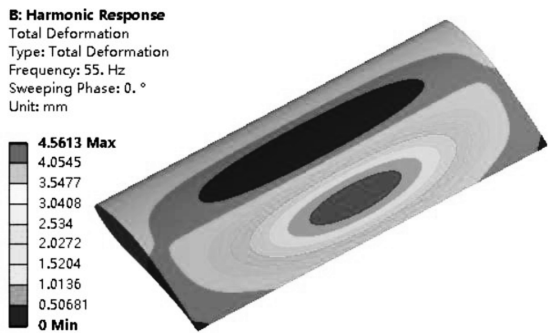
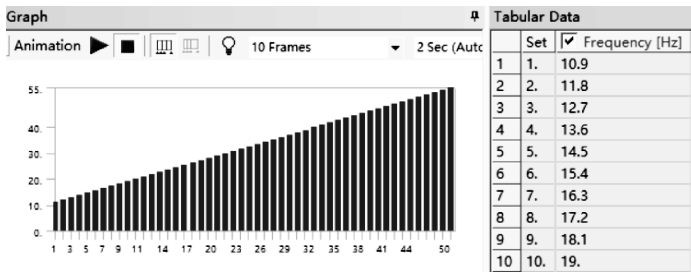

图 4-40 叶片变形分布云图
图 4-41 频率响应图表
- (1) 在 Mechanical 标准工具栏中单击  Solve 进行求解运算。
- (2) 运算结束后, 单击【Solution (B6)】→【Total Deformation】, 图形区域显示谐响应分析得到的叶片在 55Hz 下的变形分布云图, 如图 4-40 所示。也可根据图 4-41 所示, 调整查看其他频率下的变形分布云图。
- (3) 单击【Solution (B6)】→【Equivalent Stress】, 图形区域显示谐响应分析得到的叶片